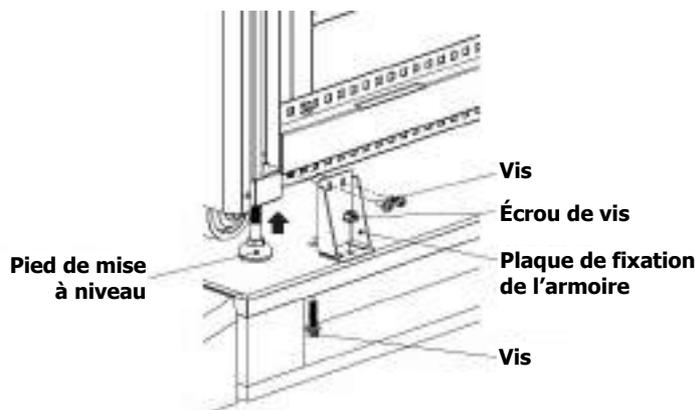

Figure 2-4
4. Retirez les 4 plaques de fixation de l'armoire et desserrez les pieds en les tournant dans le sens antihoraire. Ensuite, déplacez l'armoire de la palette. Reportez-vous la figure 2-4.